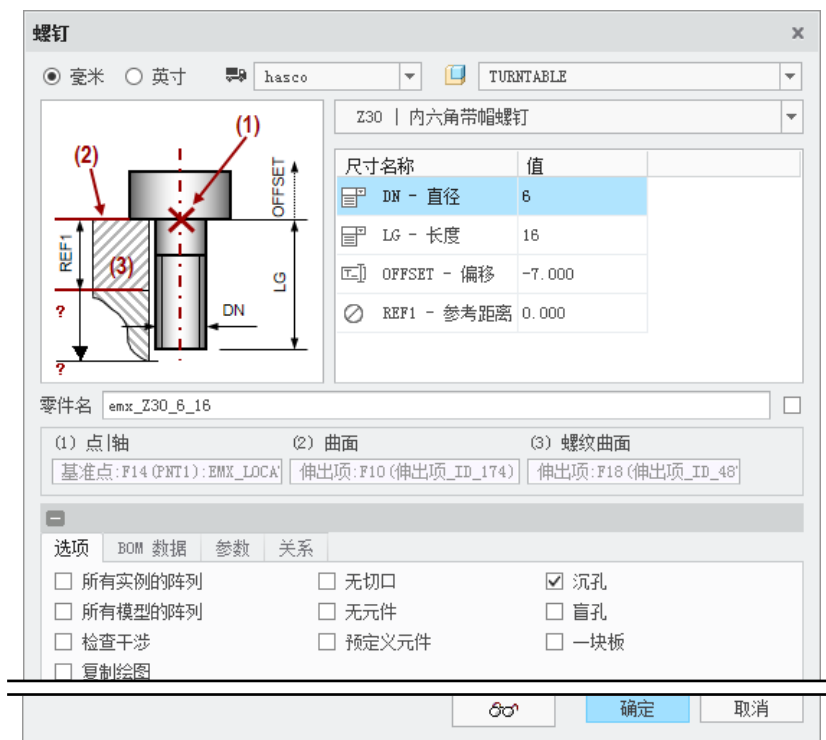

图 30.48 “螺钉”对话框
Step1. 选择命令。单击 EMX 元件 功能选项卡 元件 控制区域中的“螺钉”按钮，系统弹出图 30.48 所示的“螺钉”对话框。